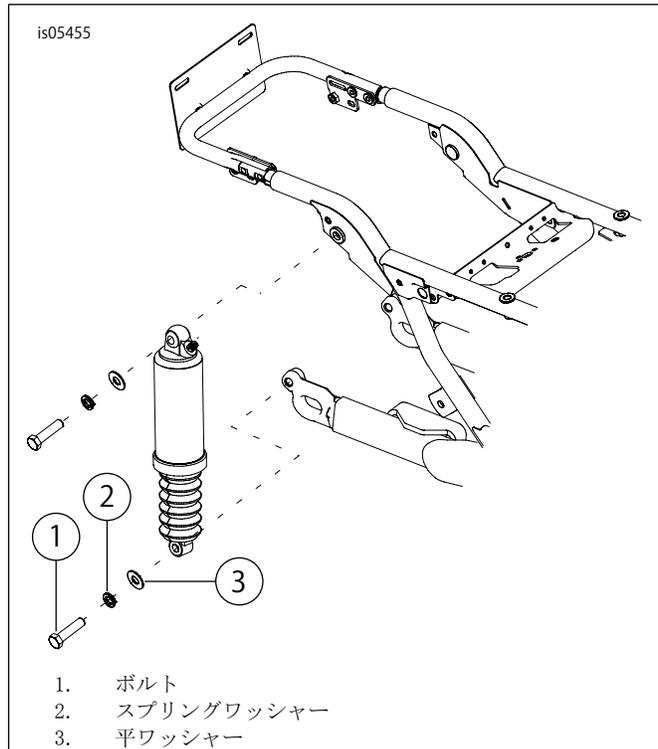

図3。リアショックアブソーバーの取り外し
8. 「図3」を参照してください。ロアマウントボルト(1)、スプリングワッシャー(2)、およびフラットワッシャー(3)をショックアブソーバーから取り外します。